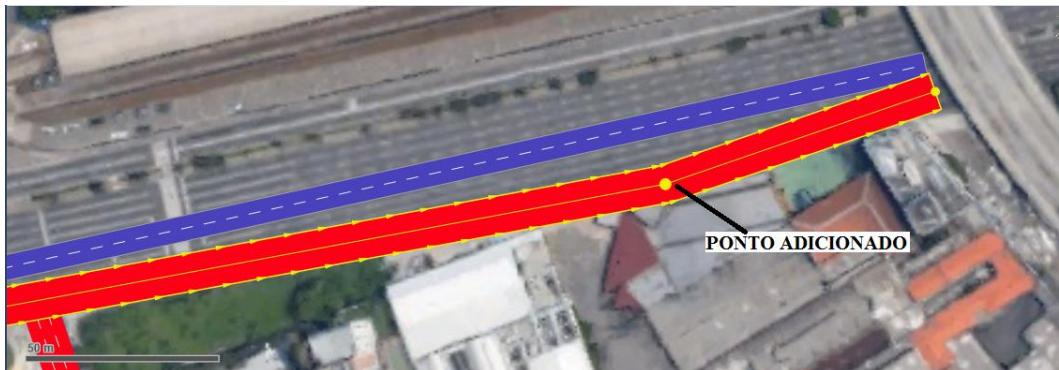

Figura 11
19. Clique com o botão direito na região do link onde se deseja fazer uma curva e selecione a opção **Add point**. Arraste o ponto com o botão esquerdo, adequando ao traçado da via (Figura 11).